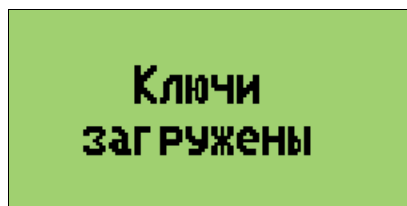

Рис. 10. Сообщение о наличии RSA-ключей на терминале
4. Подтвердите использование пароля по умолчанию. Если на терминале уже имеются сгенерированные ранее RSA-ключи, на дисплее появится сообщение «Ключи загружены» (см. Рис. 10).